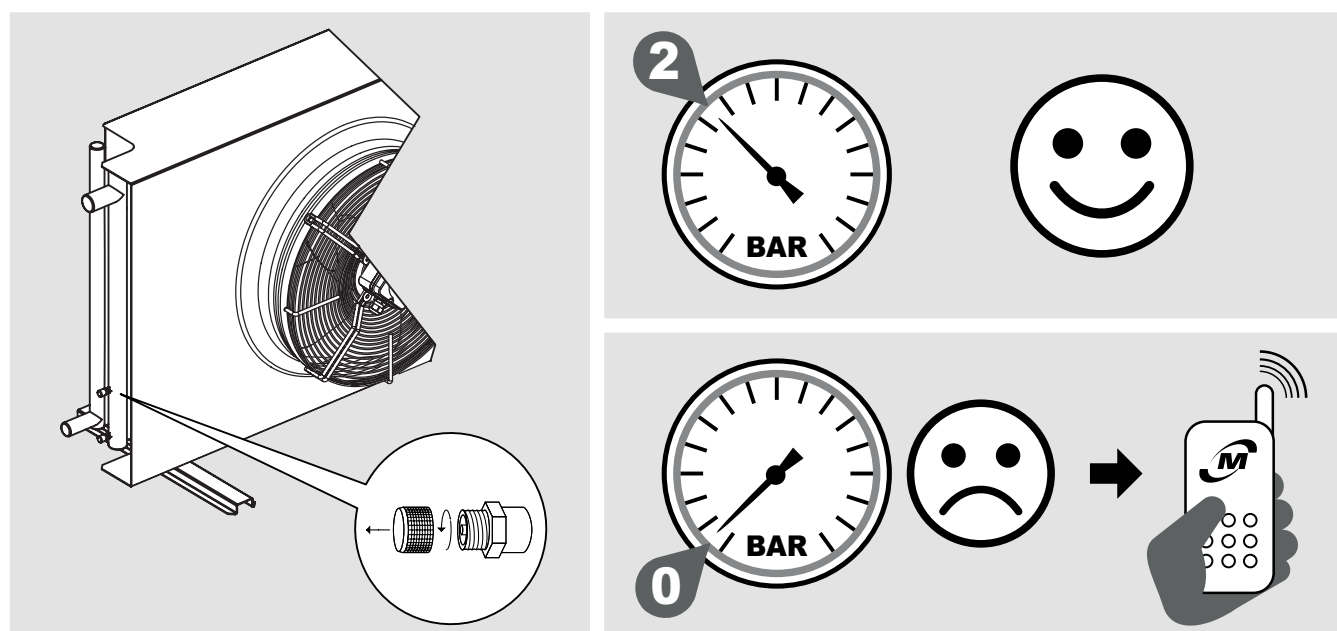

Figura 2
- 4.2 Gli scambiatori dei condensatori e dei gas cooler vengono forniti con una precarica di aria secca a 2 bar e dispongono di attacchi di carica da 1/4" SAE. Verificare la presenza di pressione, in assenza di pressione contattare immediatamente Modine e segnalare il problema sul documento di trasporto. La mancanza di pressione indica una perdita dovuta ad un danno subito durante il trasporto. Si veda la Figura 2.